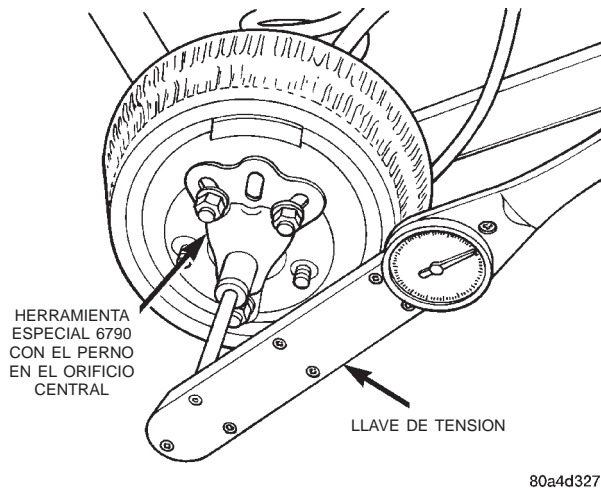

Fig. 5 Prueba de trac-lok—Característico
(1) Coloque tacos por delante y detrás de ambas ruedas delanteras.
(2) Eleve una de las ruedas traseras hasta separarla completamente del suelo.
(3) Motor apagado, transmisión en punto muerto y freno de estacionamiento sin aplicar.
(4) Retire la rueda y emperne la herramienta especial 6790 a los pernos.
(5) Con una llave de tensión en la herramienta especial haga girar la rueda y registre la torsión de rotación (Fig. 5).
(6) Si la torsión de rotación es inferior a 22 N·m (30 lbs. pie) o mayor que 271 N·m (200 lbs. pie) en cualquiera de las ruedas, debe efectuarse el servicio de la unidad.